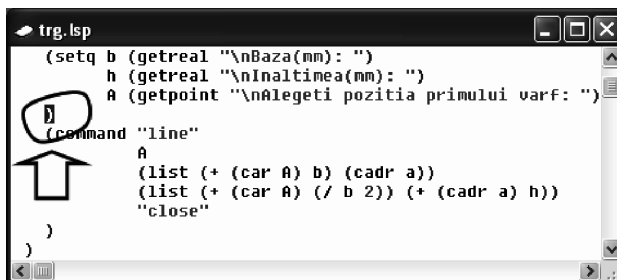

Fig. 12.7 Plasarea marcatorului
3. Se plasează cursorul după paranteza finală a instrucțiunii **setq**. Se selectează pictograma *Toggle Breakpoint* (sau se tastează **<F9>**). În fereastră este afișat un marcator, în poziția selectată – vezi Fig. 12.7.